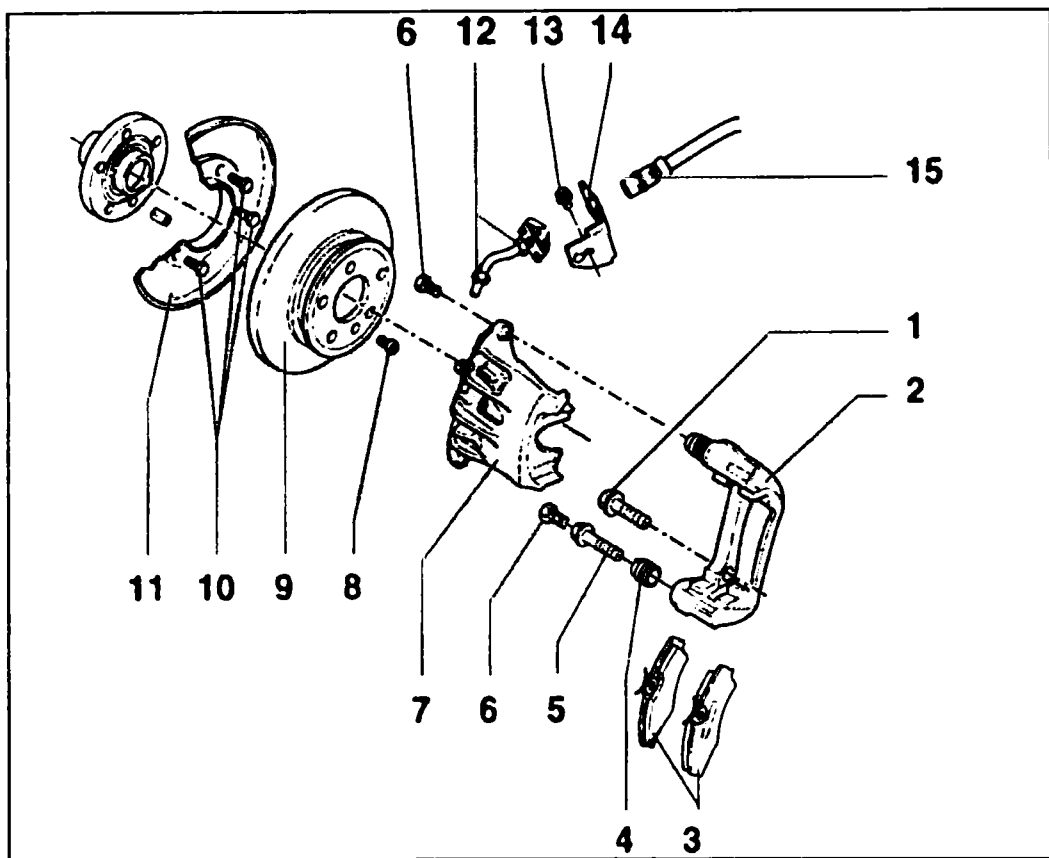

Рис. 9.3. Устройство тормозного механизма плавающего типа фирмы Lucas
Устанавливались тормозные механизмы фирмы Lucas (см. рис. 9.3).
- ◆ Болт (6) (см. рис. 9.3) отверните накидным ключом, придерживая направляющий стержень (5).